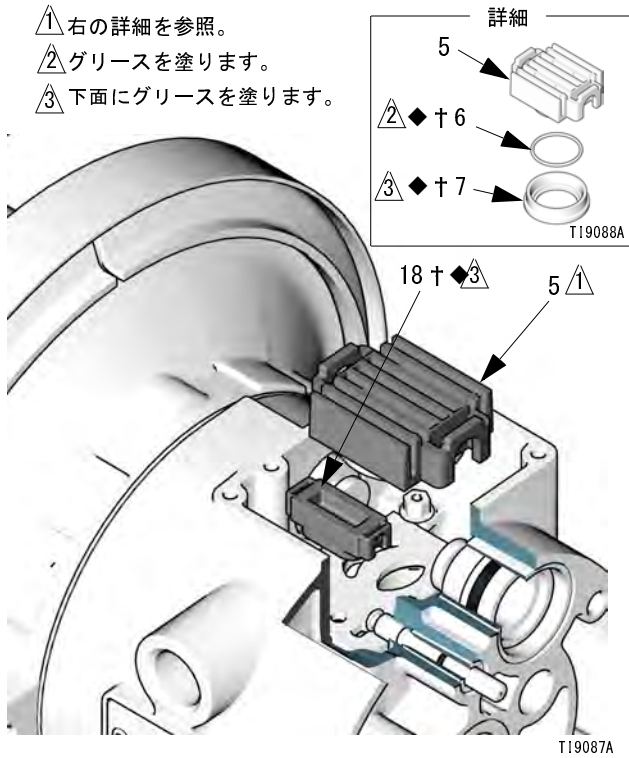

図 6
3. バルブキャリッジ (5) をセンター位置に移動し、キャビティから引き抜きます。キャリッジからバルブブロック (7) と 0 リング (6) を外します。ニードルノーズプライヤーで、パイロットブロック (18) をキャビティからまっすぐ引き抜きます。図 6 を参照してください。
7. パイロットブロック (18†◆) の下の面にグリースを塗り、そのタブがパイロットピン (16) の端の溝にはまるように取り付けます。図 6 を参照してください。
8. 0 リング (6†◆) にグリースを塗り、バルブブロック (7†◆) に取り付けます。ブロックをバルブキャリッジ (5) に押し込みます。バルブブロックの下の面にグリースを塗ります。図 6 を参照してください。
9. バルブキャリッジ (5) を、そのタブが作動装置ピストン (11) の細い端の溝にはまるように取り付けます。図 6 を参照してください。